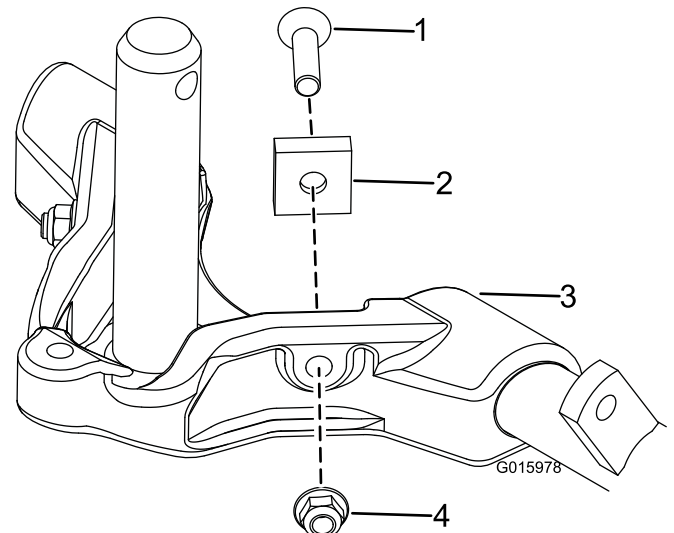
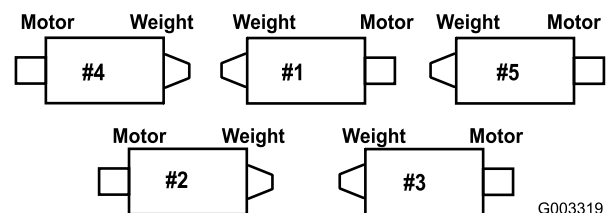

Figure 8
Figure 9
Augmentez la direction des plateaux de coupe arrière en retirant les (2) entretoises de pivot, les vis à tête creuse et les contre-écrous à embase (Figure 8) des bâtis porteur des plateaux de coupe arrière (n° 2 et n° 3) (Figure 9).